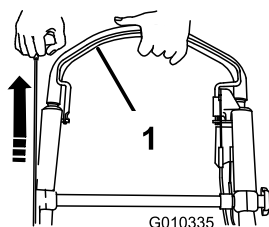

Bild 13
2. Drücken Sie den Schaltbügel zum Griff und ziehen Sie am Rücklaufstarter (Bild 13).